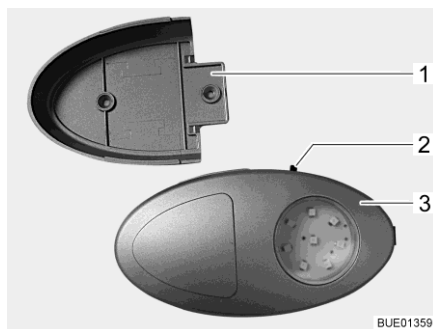

Bild 73 Kleiderschrankleuchte/Taschenlampe
- ▷ Die Kleiderschrankleuchte kann aus der verschraubten Halterung (Bild 73,1) herausgezogen und als Taschenlampe verwendet werden.
Der Ein-/Ausschalter (Bild 73,2) ist direkt an der Kleiderschrankleuchte (Bild 73,3) angebracht.